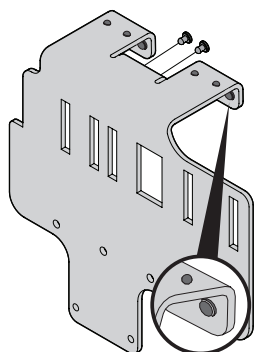

Figure 3
- Installez douze tampons en caoutchouc (735-05938) dans le support de l'adaptateur (789-02278). Fixez-les solidement en utilisant les orifices de montage illustrés à la Figure 3.